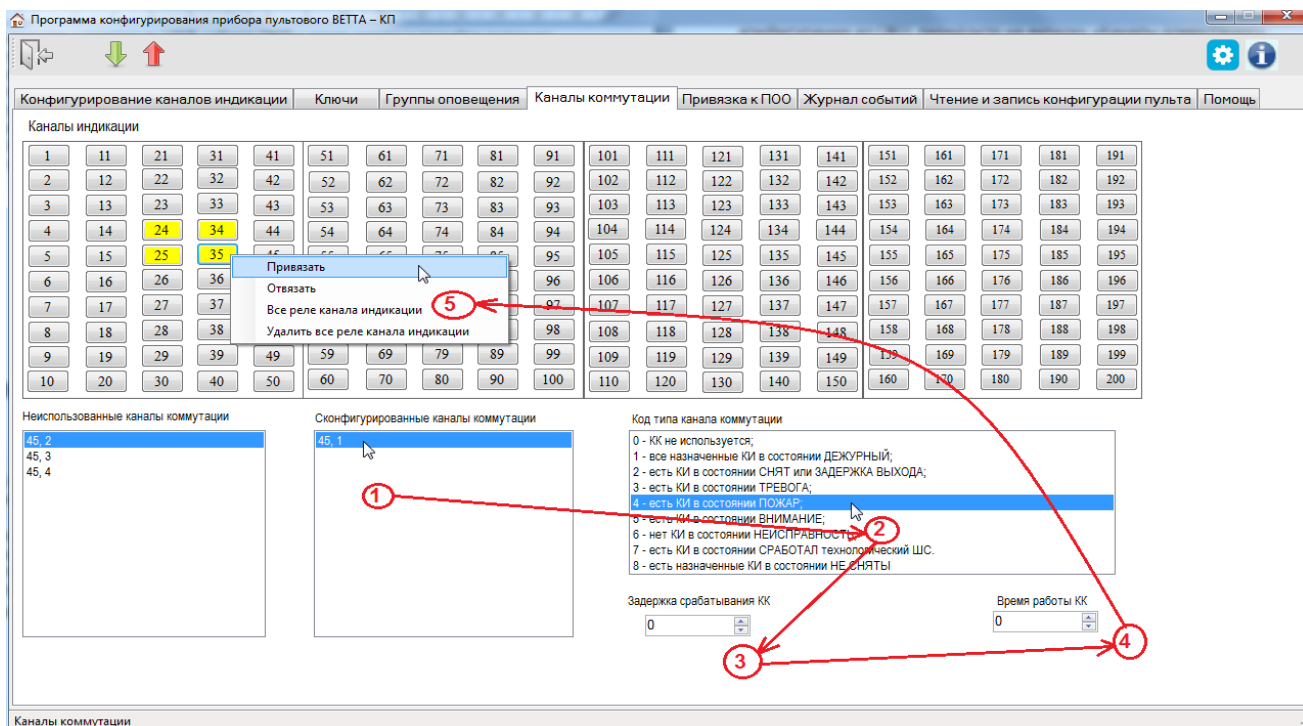

Рис. 28. Порядок действий при настройке канала коммутации блока реле «ВЕТТА-БР»
4) После завершения чтения текущей конфигурации и запуска основного окна программы-конфигуратора, перейдите на вкладку «Каналы коммутации» (Рис. 28).
6) Для настройки канала коммутации перетащите его из списка «Неиспользованные каналы коммутации» в список «Сконфигурированные каналы коммутации» (Рис. 28, шаг1).
- выберите условие срабатывания канала коммутации из списка (Рис. 28, шаг 2),
- выберите задержку срабатывания канала коммутации, в секундах (при нулевом значении – задержка отсутствует; Рис. 28, шаг 3),
- выберите длительность пребывания канала коммутации в сработавшем состоянии, в секундах (при нулевом значении – длительность без ограничения; Рис. 28, шаг 4).
9) Вызовите правой кнопкой мыши контекстное меню и выберите команду «Привязать» (Рис. 28, шаг 5).